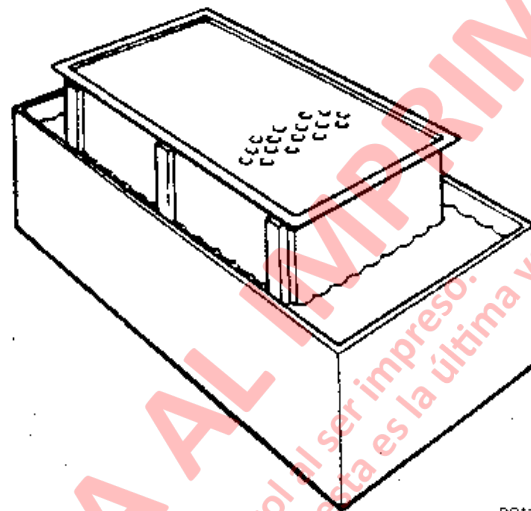

FIGURA 5-6. LAVADO Y REMOJO DE LA SECCIÓN DE PRE-PURIFICACION
5. Sumerja la sección de pre-purificación (ver Figura 5-6) en una solución de Donaldson D-1400 y agua tibia (solución mixta de acuerdo a las instrucciones del envase). La sección del tubo debe estar hacia abajo. Remoje por 30 minutos, retire de la solución y enjuague cuidadosamente con agua fresca y seque con aire.